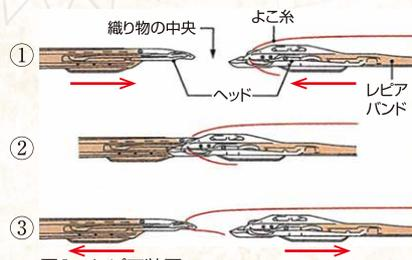

図1 レピア装置
レピアとは「細身の剣」という意味があり、右図1のように、①右側のレピアヘッドがよこ糸を把持し、②織物中央辺りで反対側のレピアヘッドに受け渡し、③よこ糸を反対側まで通します。つまりシャトル織機のように往復ではなく、よこ糸を1本ずつカットして一方向から通します。受け渡しが中央であるのは、工程が最も短くなるためです。この動作を繰り返し、よこ糸とたて糸を交差させ、織物が作られます。